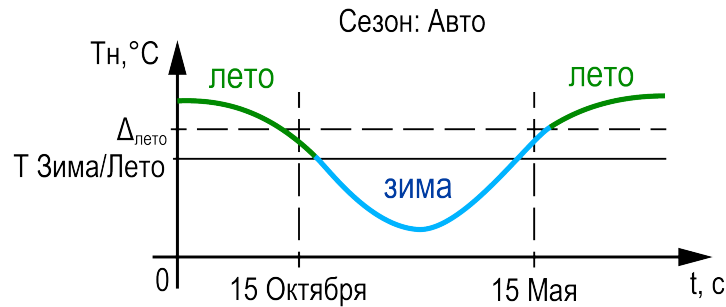

Рисунок 10.4 – Определение сезона
- параметр **Способ определения сезона в N-ом контуре = Авто** (*Auto*) — к условию перехода между режимами в ручном режиме добавляется условие автоматического перехода (см. рисунок 10.4). Условие перехода в **Лето**: среднесуточная температура наружного воздуха стала выше значения установленного в параметре **Уставка температуры для перехода N-го контура в режим Лето** на 3 градуса (не редактируемая величина) и текущая дата находится в диапазоне между датой включения режима Лето (**Вкл**) и датой выключения (**Выкл**). Условие перехода в **Зиму**: среднесуточная температура наружного воздуха стала ниже значения установленного в параметре **Уставка температуры для перехода N-го контура в режим Лето** и текущая дата находится в диапазоне между датой выключения режима Лето (**Выкл**) и датой включения (**Вкл**). На рисунке 10.4 в качестве примера изображается 15 октября перехода из Лета в Зиму) и 15 мая (дата перехода из Зимы в Лето).